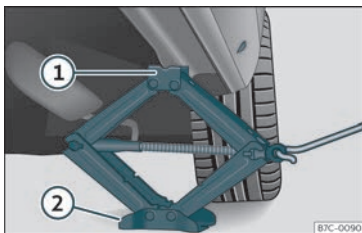

Fig. 39 Llarguer: col·locació del gat del vehicle.
• Gireu la manovella del gat*, situat sota el punt de recolzament del llarguer, per elevar-lo fins que la pestanya ① >>> **fig. 39** quedi situada sota l'allotjament previst.
• Alineu el gat* de manera que la pestanya ① "s'adhereixi" a l'allotjament previst del llarguer i la placa base mòbil ② quedi recolzada a terra. La placa base ② ha de caure en la vertical respecte al punt de recolzament ①.